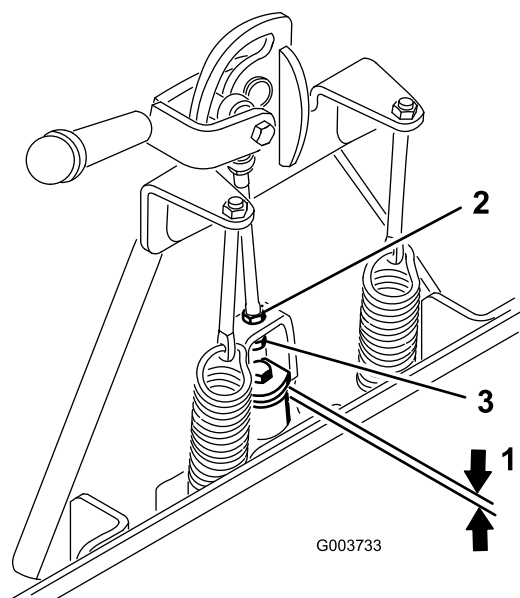

Рисунок 2
2. Измерьте зазор между верхней шайбой и проставкой в узле тяги на переходнике навесного орудия, как показано на Рисунок 2.